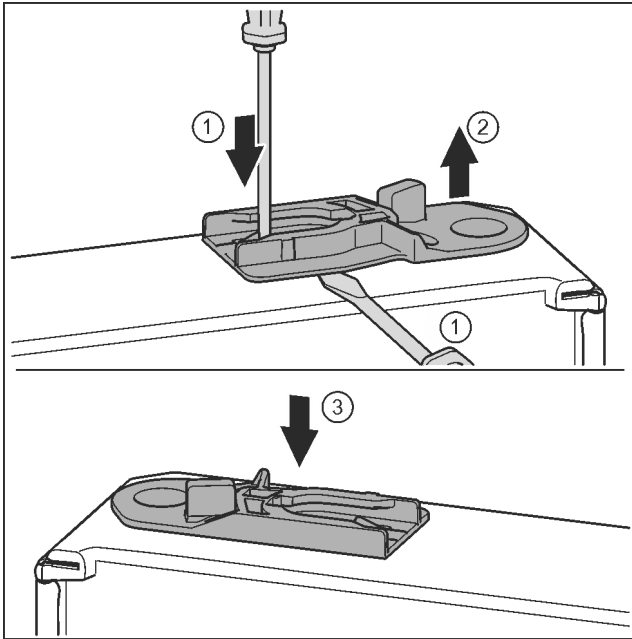

Fig. 32
- ▶ Extraer el casquillo de guía: presione la lengüeta con el destornillador para tornillos de cabeza ranurada y, al mismo tiempo, desplácela con el destornillador por debajo del casquillo de guía. Fig. 32 (1, 2)
- ▶ Introduzca el casquillo de guía incluido en el suministro en el otro lado de la carcasa. Fig. 32 (3)